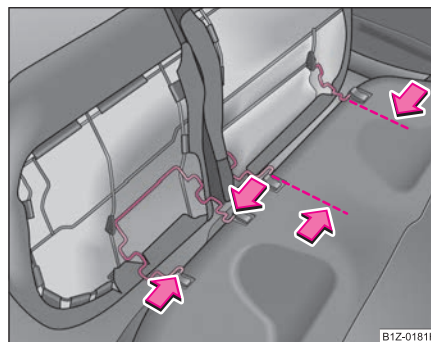

Fig. 69 Demontarea banchetei din spate
- apăsați mânerul de sârmă în sensul săgeții ⇒ pagina 89, fig. 69 și scoateți bancheta din suport.